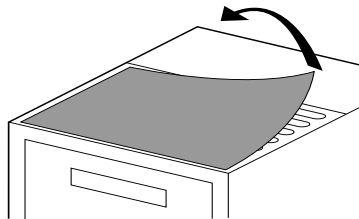

Figure 3 : Retrait du couvercle de protection
Pour $d = 0$ (variateurs de vitesse montés côte à côte) retirer le couvercle de protection de la partie supérieure du variateur de vitesse, comme indiqué à la figure 3 (le degré de protection devient IP20).
Pour $d \geq 50$ mm (2 po) : retirer le couvercle de protection de la partie supérieure du variateur de vitesse, comme indiqué à la figure 3 (le degré de protection devient IP20). Si le couvercle est laissé en place, déclasser le courant nominal du variateur de 2,2 % par °C au dessus de 40 °C.
Pour $d = 0$: retirer le couvercle de protection de la partie supérieure du variateur de vitesse, comme indiqué à la figure 3 (le degré de protection devient IP20), et déclasser le courant nominal du variateur de 2,2 % par °C au dessus de 40 °C.
- De 50 à 60 °C : Pour $d \geq 50$ mm (2 po): retirer le couvercle de protection de la partie supérieure du variateur de vitesse, comme indiqué à la figure 3 (le degré de protection devient IP20), et déclasser le courant nominal du variateur de 3 % par °C au dessus de 50 °C.